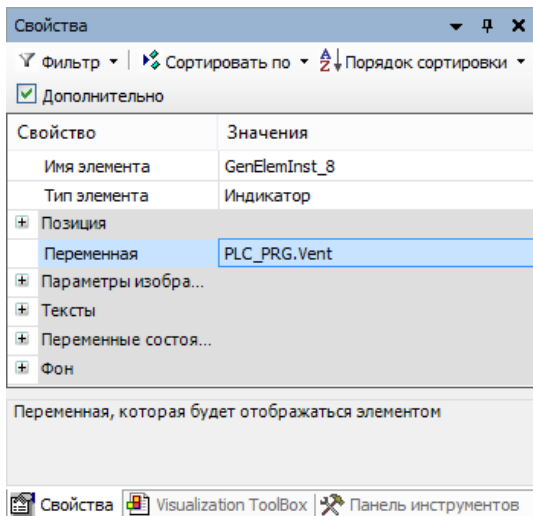

Рис. 56. Привязка переменной в свойствах индикатора
4. После этого нужно выделить **Индикатор** и в его свойствах указать переменную **PLC_PRG.Vent** (рис. 56).